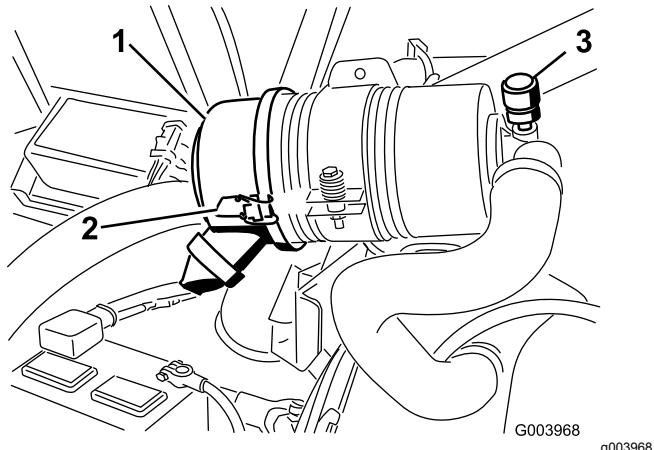

Bild 46
Warten Sie den Luftfilter nur, wenn die Wartungsanzeige dies angibt (Bild 46). Das frühzeitige Auswechseln des Luftfilters erhöht nur die Gefahr, dass Schmutz in den Motor gelangt, wenn Sie den Filter entfernen.
1. Lösen Sie die Riegel, mit denen die Abdeckung des Luftfilters am Luftfiltergehäuse befestigt ist (Bild 46).